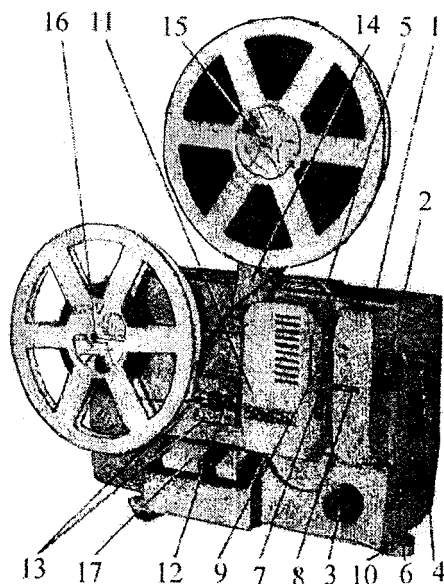
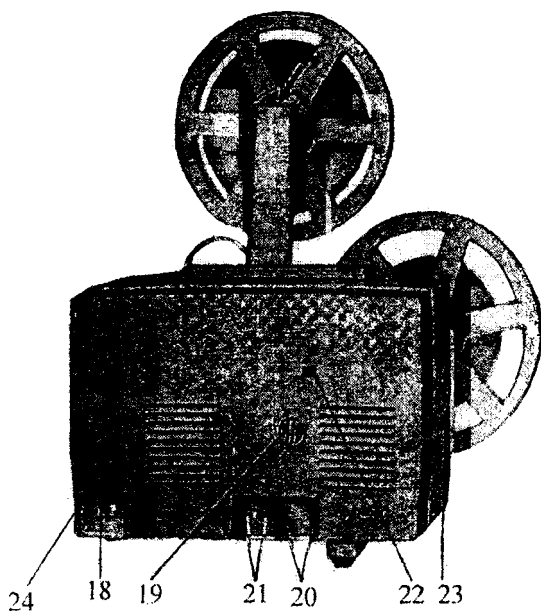

Рис. 2.5. Вид кинопроектора спереди:
Рис. 2.6. Вид проектора сзади:
Внешний и внутренний вид, основные детали и органы управления кинопроектора показаны на рис. 2.5, 2.6.
Кинопроектор устанавливают на стол или подставку высотой около 1 м. Несколько раз прокручивают механизм кинопроектора за ручку смены кадров 4 (см. рис. 2.5).
Откидывают вверх до упора кронштейн 14 (см. рис. 2.5) с осью для бобины. Подключают кинопроектор "Русь" к электрической сети при помощи соединительного шнура, вставив до этого колодку шнура в панель 22 на кинопроекторе (см. рис. 2.6).
Включают механизм кинопроектора на прямой ход, нажав на клавишу переключателя 17 (см. рис. 2.5). При работе механизма кинопроектора слышен шум вращающегося зубчатого барабана и оси наматывателя.
Нажав на клавишу переключателя 17 (см. рис. 2.5), включают кинопроекционную лампу и, вращая тубус объектива, получают резкое изображение кадрового окна на экране.
3. Выводят объектив на один оборот против часовой стрелки. Открывают дверцу фильмового канала 7, зафиксировав ее защелкой 8 (см. рис. 2.5). Откручивают с бобины около 0,7 м фильма поворотом верхней каретки 13 против часовой стрелки. Отводят придерживающий ролик от зубчатого барабана 12, проводят фильм под левый ролик каретки, пропускают его между правым роликом и направляющим столбиком и отпускают каретку, чтобы убедиться, что она правильно легла на зубчатый барабан 12 (см. рис. 2.5).
4. Выводят зубья рейффера из фильмового канала, повернув ручку 4 покадровой проекции (см. рис. 2.5). Устанавливают кадровое окно для демонстрации обычного 8-миллиметрового фильма.
Внимание! При зарядке и демонстрации фильмов на киноленте "Супер-8" необходимо кадровое окно 7 фильмового канала перевести в положение "S 8" и заменить зубчатый барабан 12 (см рис. 2.5) на специальный для фильмов "Супер-8".
Если освещенность изображения на экране достаточно большая, переключатель проекционной лампы 25 (см. рис. 2.6) устанавливают в положение "⊗" (при таком режиме работы срок годности лампы увеличивается). При покадровой проекции устанавливают переключатель 25 лампы в положение "⊗" и демонстрируют кадр в течение не более 15 с.
8. После окончания демонстрации фильма выключают кинопроектор, нажав на клавишу "Стоп" 12 (см. рис. 2.5).
ратный ход, нажав на клавишу "◀" (см. рис. 2.5). Поворотом ручки регулировки скорости проекции устанавливают необходимую скорость перемотки фильмов.